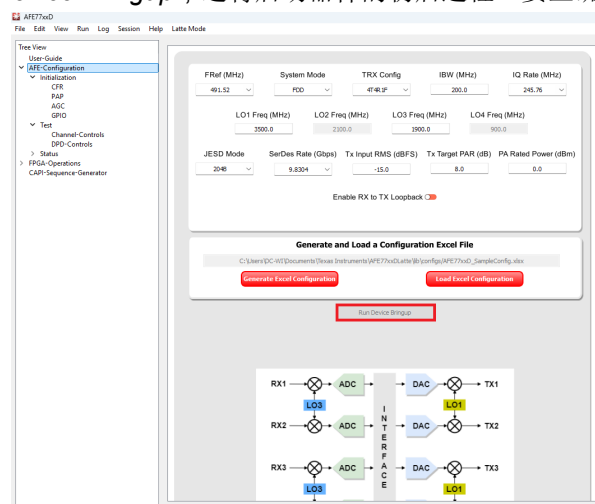

图 3-11. 执行器件配置
- 之后，在 *Hardware Connection* 下，点击更新 GUI 按钮，您将在日志窗口中看到一条内容为 “Refreshed GUI” 的消息。然后点击 *Device Bringup*，这将启动器件的初启过程。要正确导航，请参阅 图 3-11。